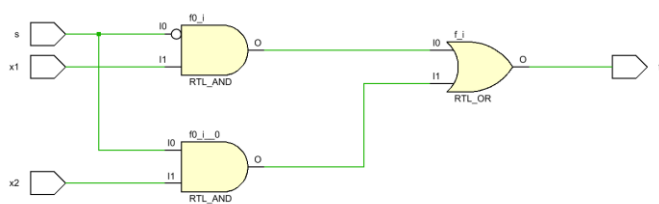

图 2.40 对应的 RTL 分析结果
- 分别编写教材图 2.40、2.41 例子，观察 vivado 工具的 RTL 分析结果，截图如下；